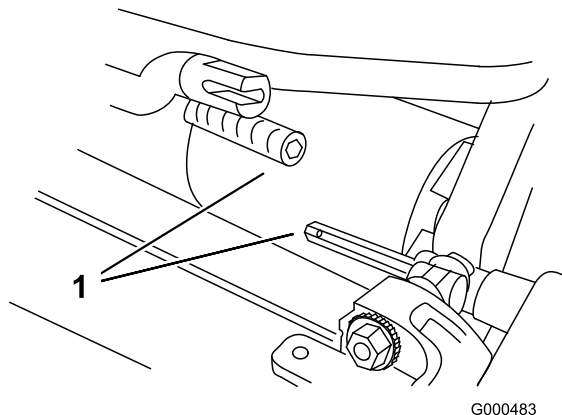

Figura 48
6. Tire de la unidad de corte unas 51 mm hacia adelante, y luego a la derecha, para desconectar el acoplamiento de la transmisión (Figura 48).